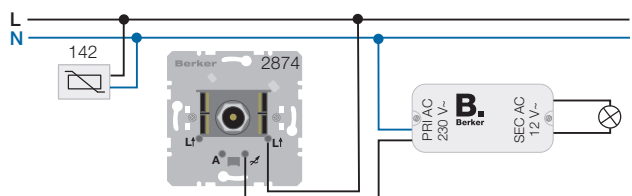

Bild 3: Anschlussbeispiel mit Dimmer und elektronischem Trafo
- Bei gedimmten Anlagen Modul für Überspannungsschutz vor den Dimmer schalten (Bild 3).